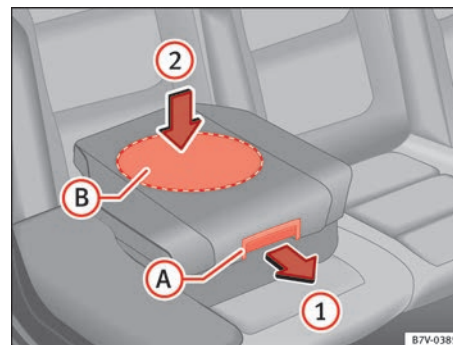

Fig. 33 Asiento integrado para niños: bajar el cojín.
- Tire del cojín hacia delante por la palanca de desbloqueo ⇒ fig. 33 **(A)** en la dirección de la flecha **1**.
- Empuje el cojín hacia abajo por la zona **central (B)** en la dirección de la flecha **2** para que encastre de forma segura ⇒ **(1)**. Los soportes laterales se abaten automáticamente.